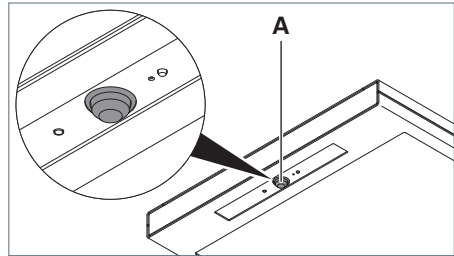
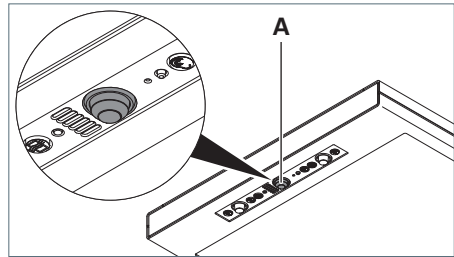

Fig. 14: PIR-Sensor, Ausführung R.
Fig. 15: PIR-Sensor, Ausführung RX.
- Stellen Sie den Kugelschalter **A** des PIR-Sensors in die gewünschte Richtung, siehe Fig. 14 oder siehe Fig. 15.